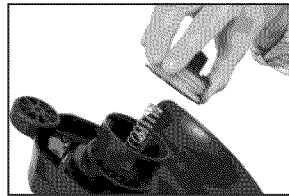

Figure 23 - Retrait du couvercle de la bobine et de la bobine
2. Retirez le couvercle et la bobine du boîtier. (voir la Figure 23) Note : Si le support de la bobine sort du boîtier, remplacez-le au centre du boîtier. Note : Si le support de la bobine sort du boîtier, remplacez-le au centre du boîtier. Enlevez et jetez toute cordelette résiduelle de la bobine.